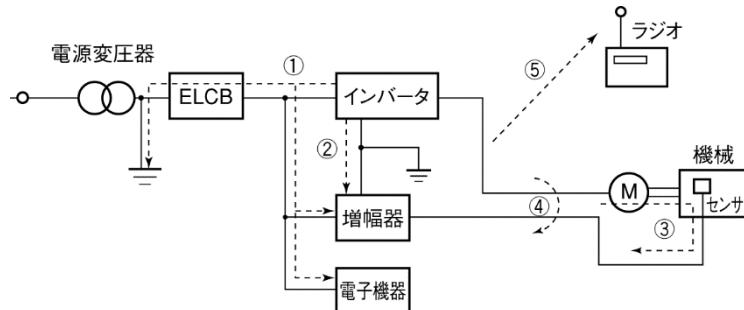

図2 ノイズの伝搬ルート
インバータの発生するノイズは、主回路の配線を通して電源側及びモータ側へ伝搬され、広い範囲に影響を与えます。ノイズの伝搬ルートは、図2に示すようにいろいろありますが、大別すると、伝導ノイズ、誘導ノイズ、放射ノイズの3つのルートになります。①～③は伝導ノイズ、④は誘導ノイズ、⑤は放射ノイズです。以下に、詳細に説明します。